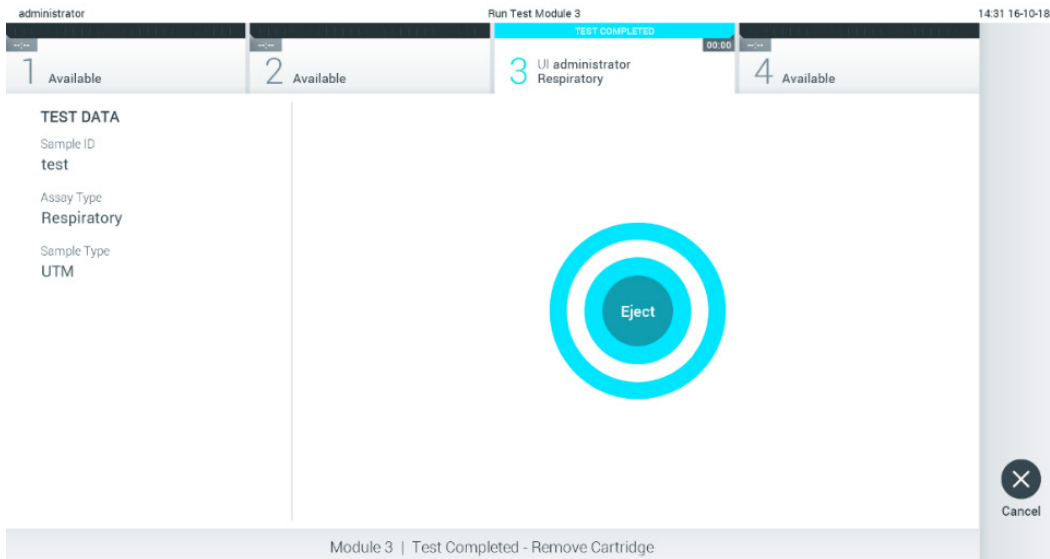

Figura 29. Apresentação do ecrã Eject (Ejetar).
10. Aps a concluso da execuo do teste,  apresentado o ecr Eject (Ejetar) (Figura 29).